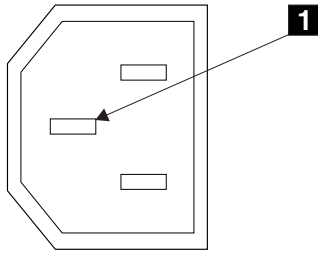

Figure 2. Broche de mise à la terre
6. Vérifiez la continuité entre le châssis de SAN Volume Controller et la broche de mise à la terre de chaque connecteur d'alimentation électrique. La broche de mise à la terre est indiquée par **1** sur la Figure 2.